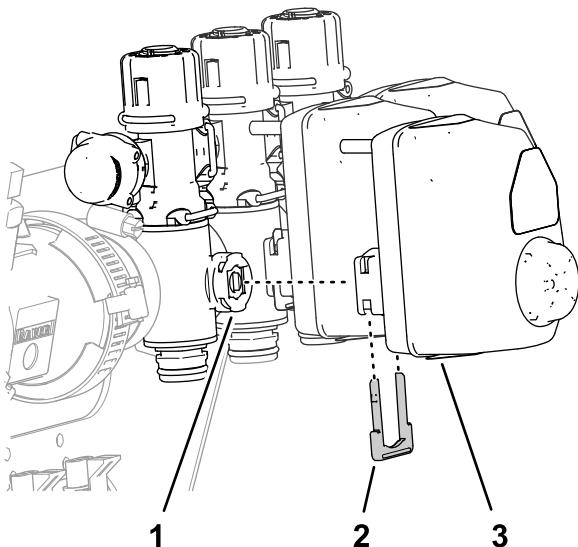

Figura 62
1. Rimuovete i 3 fermi che fissano i 3 attuatori delle valvole sulle valvole delle sezioni di sinistra, destra e centrale (Figura 62).
2. Rimuovete gli attuatori delle valvole dalle valvole delle sezioni di sinistra, destra e centrale (Figura 62).
10. Montate i 3 attuatori delle valvole sulle valvole di sezione di sinistra, destra e centrale (Figura 62) con i fermi che avete rimosso al passaggio 1.